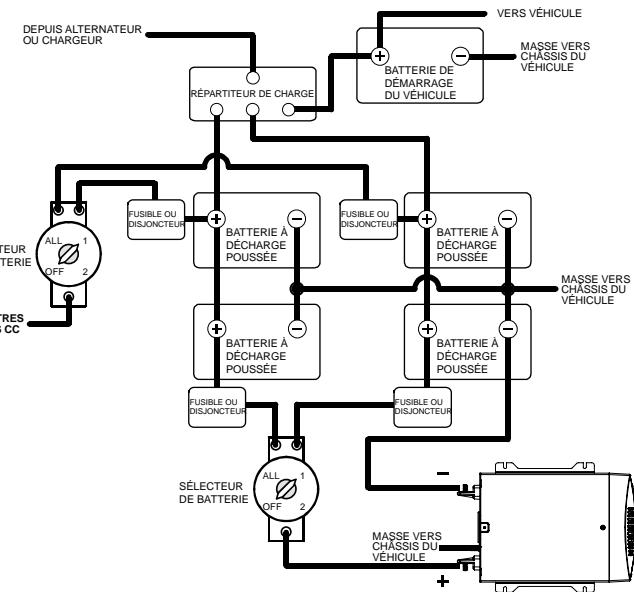

Figure 5 Configuration pour charges lourdes
4. Configuration pour charges lourdes (cf. Figure 5) : Poser un sélecteur de batterie, puis le brancher sur le fusible c.c. (ou disjoncteur).
6. Côté batterie, brancher le câble positif sur le fusible c.c. (ou disjoncteur) qui a été posé sur la borne positive de la batterie. Configuration pour charges lourdes (cf. Figure 5) : Brancher le câble positif sur le sélecteur de batterie, ce dernier étant déjà branché sur le fusible c.c. (ou disjoncteur).